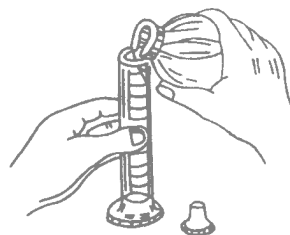

图 1.3.4 用量筒量取液体
(3) 用量筒量取液体时，应左手持量筒，并以大拇指指示所需体积的刻度处，右手持试剂瓶（试剂标签应向手心处）瓶口紧靠量筒口边缘 慢慢注入液体到所指刻度（图 1.3.4）。读取刻度时，视线应与液面在同一水平面上。如果不谨慎，倾出了过多的液体，只好把它弃去或给他人用，不得倒回原瓶。